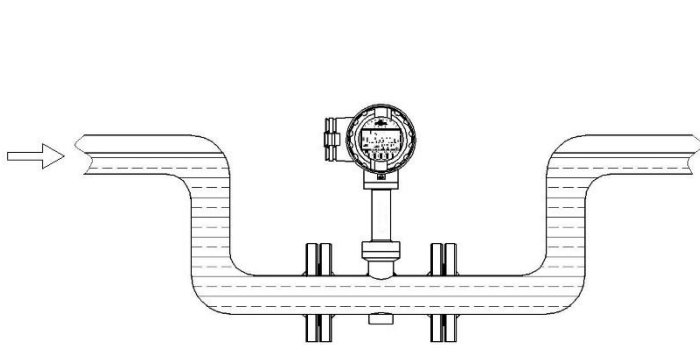

图8 水平安装
- b) 水平应为 U 型安装, 并保证相应直管段长度 (见图 8);